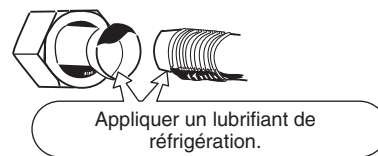

Fig. 5-4
- (1) Appliquer un capuchon d'étanchéité ou du ruban étanche pour empêcher la pénétration de poussière ou d'eau dans les tubes avant leur utilisation.
- (2) Appliquer toujours un lubrifiant de réfrigération (ou de l'huile) sur l'intérieur de l'écrou évasé avant de procéder aux raccordements de la tuyauterie. Ceci est efficace pour la réduction des fuites de gaz. (Fig. 5-4)